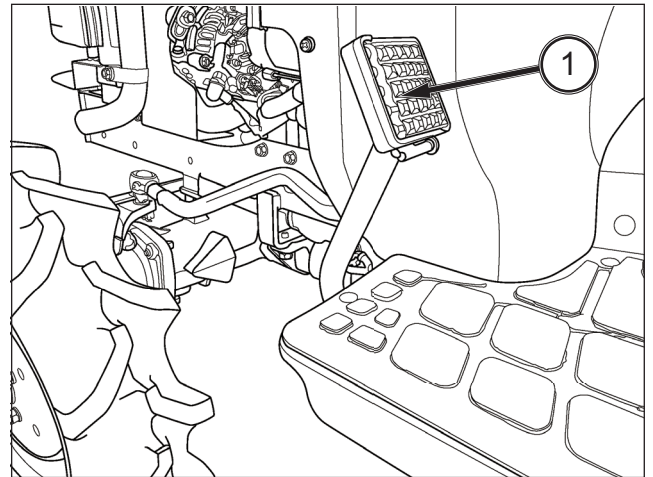

ABB. 44
ABB. 44: Wenn das Kupplungspedal (1) vollständig durchgetreten wird, gibt es keine Verbindung zwischen Motor und Getriebe mehr, so dass der Motor gestartet, ein Gang eingelegt oder gewechselt oder die Bewegung des Traktors gestoppt werden kann. Auch zur Aktivierung der Zapfwelle und des Allradantriebs muss die Kupplung getreten werden. Durch langsames Lösen des Pedals wird die Kupplung eingerückt und die Kraft des Motors an Getriebe und Zapfwelle übertragen.